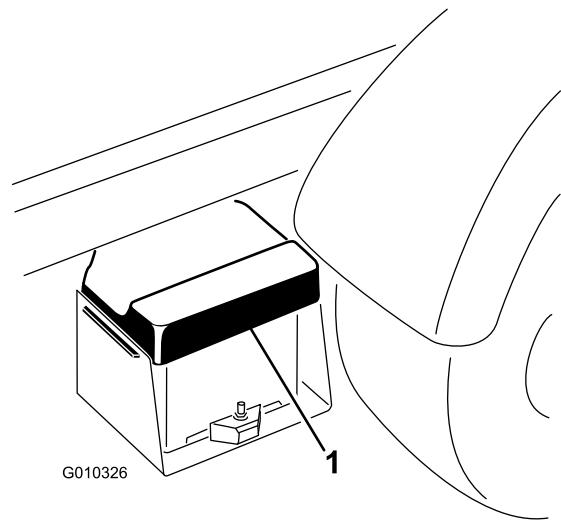

Рисунок 52
1. Сожмите крышку аккумулятора, чтобы высвободить лапки из корпуса аккумулятора. Снимите крышку аккумулятора с корпуса аккумулятора (Рисунок 52).